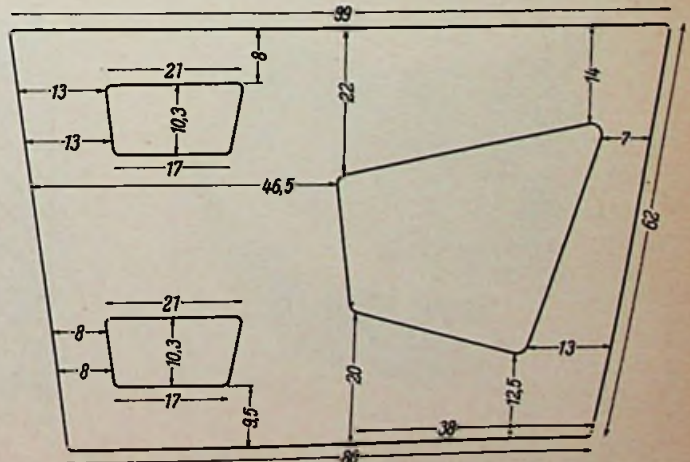

Bild 3. Maße für Frontplatte
Die Größe der Schallwand richtet sich nach den Lautsprechertypen. Bild 3 enthält die Abmessungen des Mustergerätes. Wer auf Mitteltöner verzichten will, kann den unteren
- E: siehe Bild 3